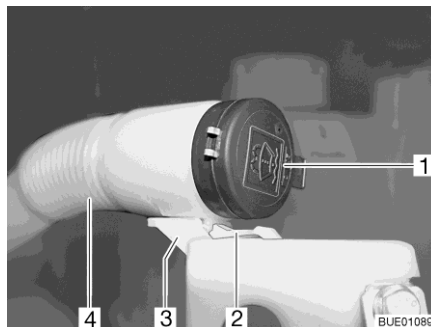

Fig. 54 Bec de remplissage réservoir
- Appuyer sur le bec (Fig. 54,2) vers le bas et le maintenir enfoncé.
- Tirer le tuyau flexible (Fig. 54,4) vers l'avant pour le faire sortir du support (Fig. 54,3).
- Enlever le couvercle (Fig. 54,1) du bec de remplissage du réservoir de liquide d'essuie-glace.